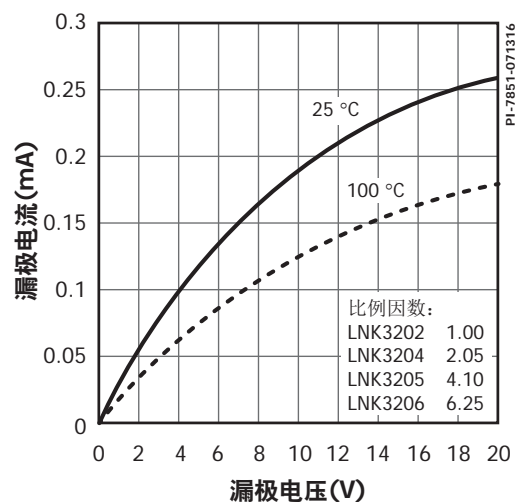

图16. 输出特性
- D. 关于其它 di/dt 值时的电流限流点, 请参考图16。